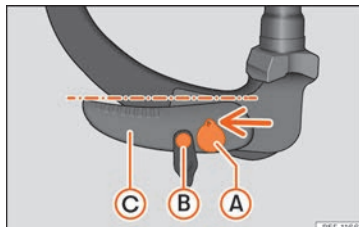

Fig. 265 Posición de reserva: verificación de la posición
- La llave » » » **fig. 265** (A) se encuentra en la posición desbloqueada (el agujero de la llave está arriba).
- Se puede mover el perno de desbloqueo » » » **fig. 265** (B).
- La palanca » » » **fig. 265** (C) se encuentra en la posición inferior.